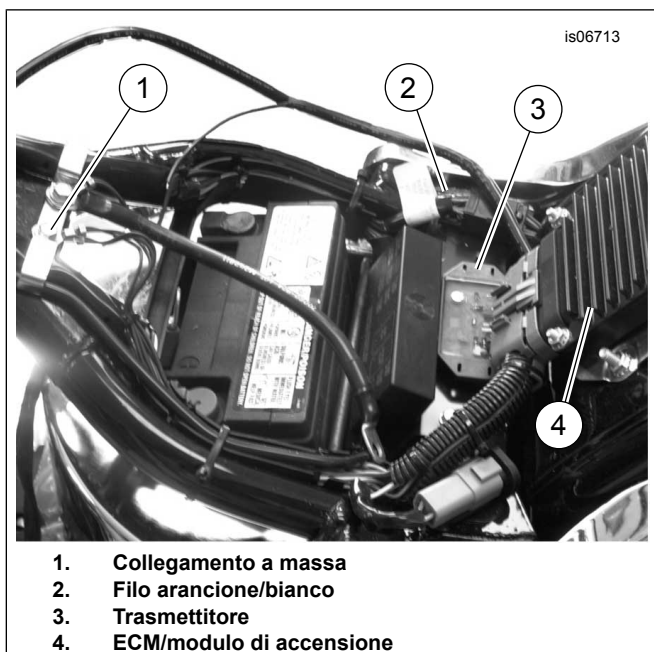

Figura 6. Montaggio del trasmettitore, Deuce 2000 e anni successivi
3. Vedere Figura 6. Montare il trasmettitore sulla superficie sotto l'ECM/modulo di accensione. Instradare i fili del trasmettitore in avanti, lungo il lato destro del telaio. Andare alla sezione **Collegamento del cablaggio**.